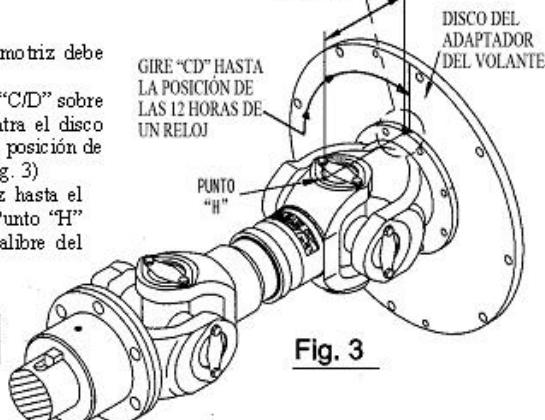

Fig. 3
1. Gire el eje a 90° de tal forma que la referencia "C/D" sobre la circunferencia de la brida del eje motriz (contra el disco adaptador del volante) de tal forma que esté en la posición de las 12 horas de un reloj, como se muestra en la (Fig. 3).
2. Mida desde la cara de la brida del eje motriz hasta el Punto "H" como se muestra en la (Fig. 3). (El Punto "H" está en el punto más lejano en diámetro de calibre del rodamiento).